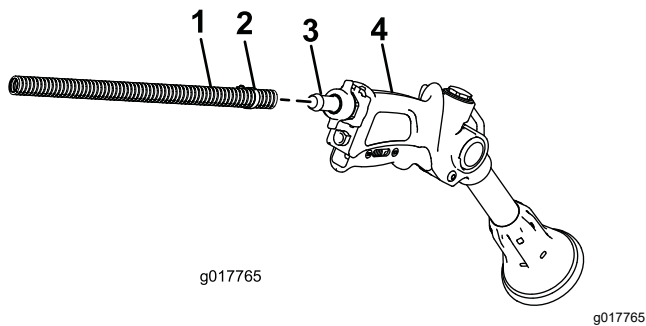

Figure 16
2. Connectez l'extrémité libre du long flexible au raccord du pistolet pulvérisateur (Figure 16).